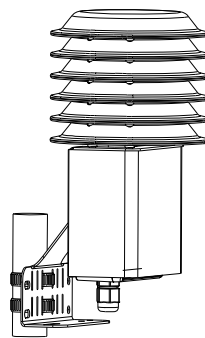

图 4
4. 如安装在圆形或异形柱体上，应使用卡箍固定，如图 4。卡箍应按实际需要另行选配。